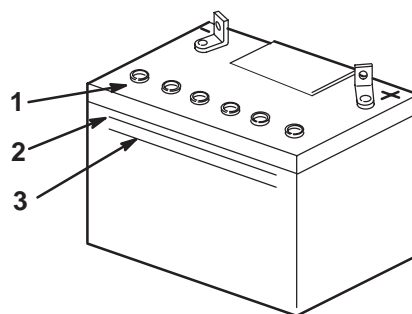

Figure 76
2. Observez le côté de la batterie. Le niveau de l'électrolyte doit atteindre le trait **supérieur** (Fig. 76). Ne laissez pas l'électrolyte descendre en dessous du trait **inférieur** (Fig. 76).
3. Enlevez les bouchons d'aération de la batterie (Fig. 76).
4. Versez lentement de l'eau distillée dans chaque élément jusqu'au trait **supérieur** (Fig. 76) sur le côté de la batterie.
5. Attendez cinq à dix minutes après avoir rempli les éléments. Ajoutez de l'eau distillée au besoin, pour amener le niveau au repère **supérieur** (Fig. 76) sur le côté de la batterie.